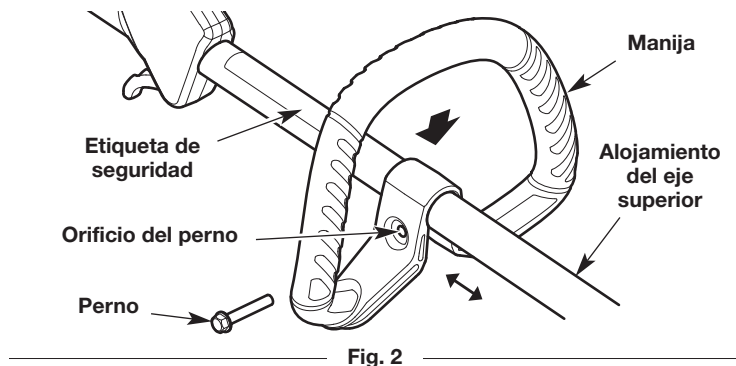

Fig. 2
1. Oprima la manija hacia abajo sobre el alojamiento del eje superior (Fig. 2). Asegúrese de que el orificio del perno mire hacia la derecha (Fig. 2).
2. Inserte el perno en el orificio del perno y oprímalo para que pase a través de él (Fig. 2). Ajuste el perno con un destornillador de cabeza plana, pero no lo ajuste completamente.
3. Mantenga la unidad en la posición de funcionamiento (Fig. 15). Mueva la manija hacia arriba o abajo del alojamiento del eje superior hasta que esté en una posición cómoda (Fig. 2). Compruebe que la manija esté ubicada más allá del extremo de la etiqueta de seguridad (Fig. 2).
1. Afloje el perno con un destornillador de cabeza plana (Fig. 2).
2. Mantenga la unidad en la posición de funcionamiento (Fig. 15). Mueva la manija hacia arriba o abajo del alojamiento del eje superior hasta que esté en una posición cómoda (Fig. 2). Compruebe que la manija esté ubicada más allá del extremo de la etiqueta de seguridad (Fig. 2).